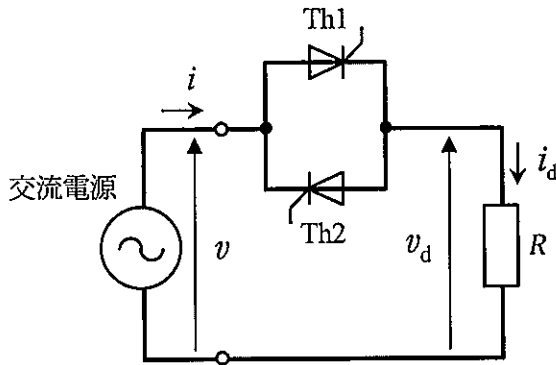
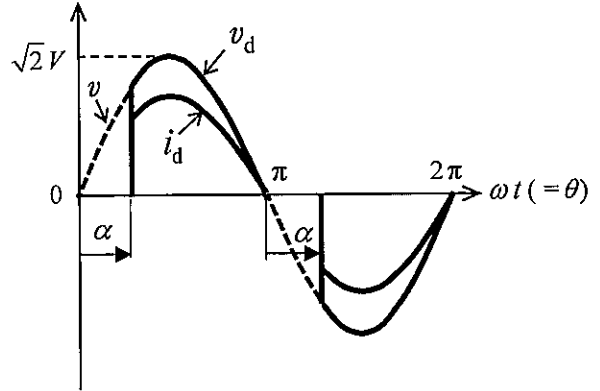

図1 交流電力調整回路
図2 位相制御回路の動作波形
(2) 図1に位相制御方式による交流電力調整回路を示す。負荷として純抵抗 R を考え、逆並列接続された2個のサイリスタ $Th1, Th2$ に対し、半周期毎に点弧角 α で交互にゲート信号を加えると、図2に示すような波形が得られる。